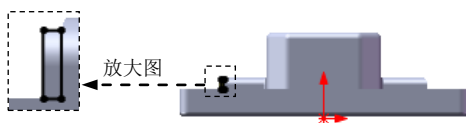

图 16.2.47 横断面草图
② 定义横断面草图。在草图环境中绘制图 16.2.47 所示的横断面草图。
(3) 定义切除深度属性。在“切除—拉伸”对话框 **方向1** 区域的 下拉列表中选择 **完全贯穿** 选项。取消选中的 ☐ **正交切除(N)** 复选框。
(4) 单击对话框中的 按钮, 完成切除—拉伸 2 的创作。